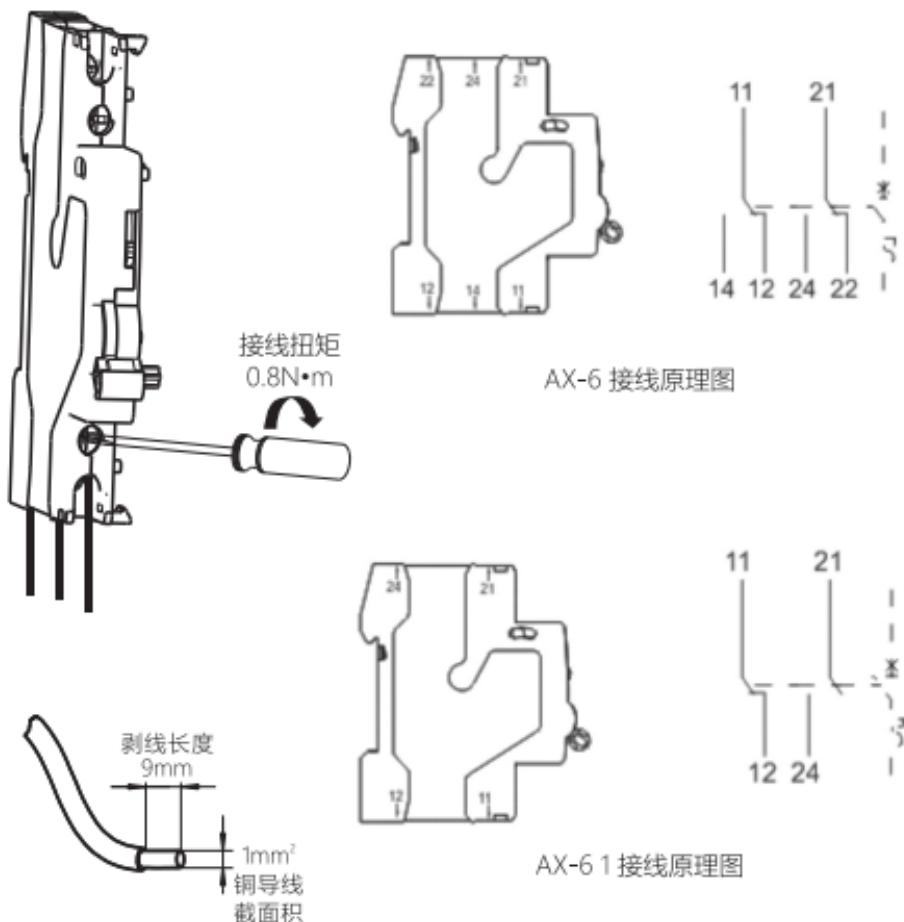

图4 接线方式
6.4 适用于铜导线连接，导线截面积选用 1mm^2 ，接线方式及剥线长度如下图4